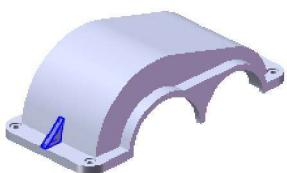
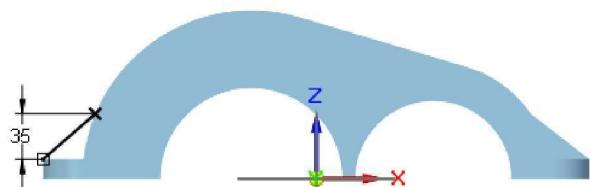

图 1.20 肋板特征 2
图 1.21 截面草图
Step12. 创建图 1.20 所示的肋板特征 2。在 **实体** 区域中单击 后的小三角，选择 肋板 命令，在“肋板”命令条中选择 重合平面，选择前视图 (XZ) 平面作为肋板的草图平面，绘制图 1.21 所示的草图，单击 按钮；在命令条的厚度文本框中输入厚度值 10；移动鼠标将拔模方向调整至朝向实体的方向后单击，单击命令条中的 完成 按钮，然后单击 取消 按钮，完成肋板特征的创建。